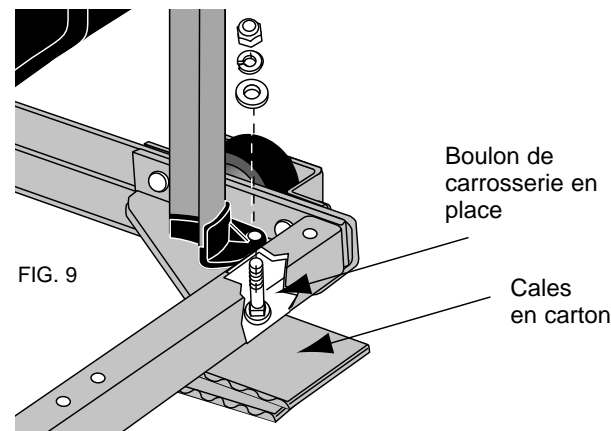

FIG. 9
ÉTAPE 10. Ajouter les boulons et les cales sous le socle (Fig. 9). Vous aurez besoin de :
ÉTAPE 12. Fixer le socle à la scie (Fig. 9).